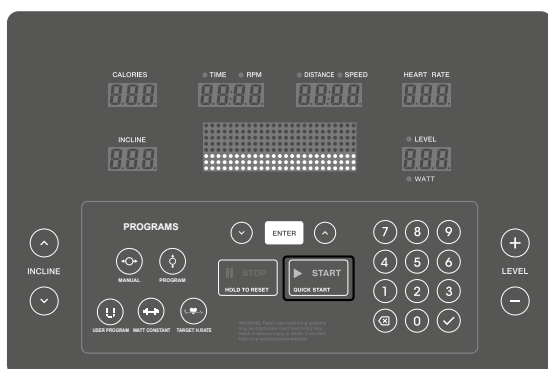

Abb. 1
1. Um das Training zu starten, drücken Sie START (Abbildung 1).